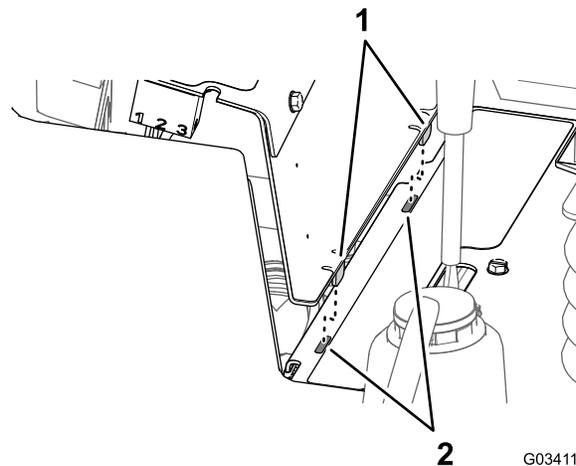

図 56
2. サイドパネルの底部にあるタブ2ヶ所をコンソールのフレームのスロット2カ所に合わせる 図 56。